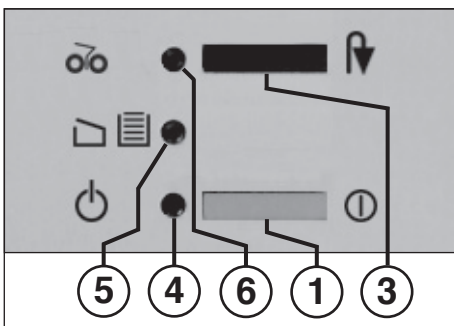

Fig. 1
1 = Interruptor (Fig. 1)
3 = Botão (Fig. 1)
4 = Luz de controlo (Fig. 1)
Acende quando o interruptor „Pronto a funcionar“ (Fig. 1) estiver ligado.
5 = Luz de controlo (Fig. 1)
6 = Luz de controlo (Fig. 1)
- Ligar a máquina no interruptor (1) (Fig. 1). A luz de controlo (4) (Fig. 1) acende.
A máquina desliga-se quando o recipiente de recolha está cheio. A luz de controle „Recipiente cheio“ / „Porta aberta“ (5) (Fig. 1) **pisca**. A paragem do mecanismo de corte é indicada simultaneamente pela luz de controle “Bloqueio de papel” / “Stop” (6) acesa.
- Inserir o quadro corrediço com o saco de recolha, e fechar a porta. A indicação de controlo (5) (Fig. 1) apaga-se.
- Tocar brevemente no botão „Inversão“ / „Stop“ (3). O mecanismo de corte corta o material que ficou no compartimento de admissão e desliga-se em seguida. A luz de controle (6) apaga-se. O corte já pode prosseguir.